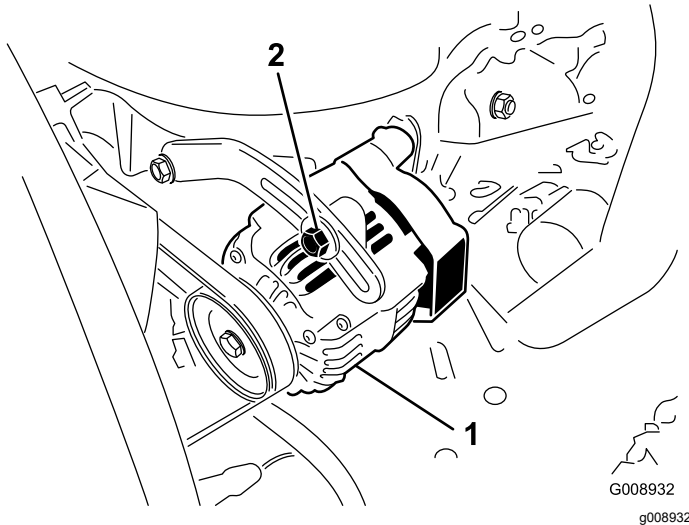

Bild 61
2. Lockern Sie bei einer Durchbiegung von mehr oder weniger als 10 mm die Befestigungsschrauben der Lichtmaschine (Bild 61).